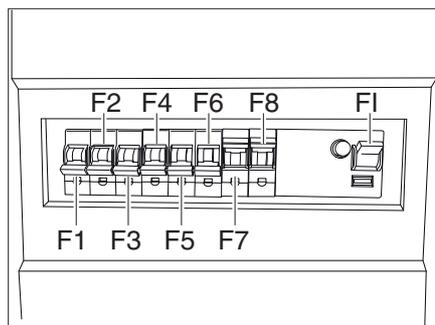

Bild 198 Sicherungskasten
- Sicherungen F4-F6 (Bild 198) einschalten.